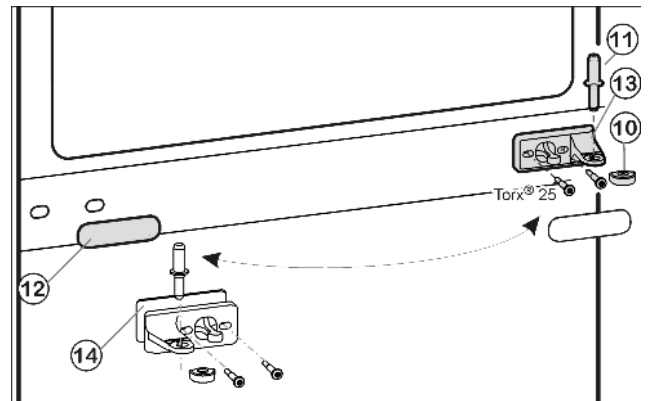
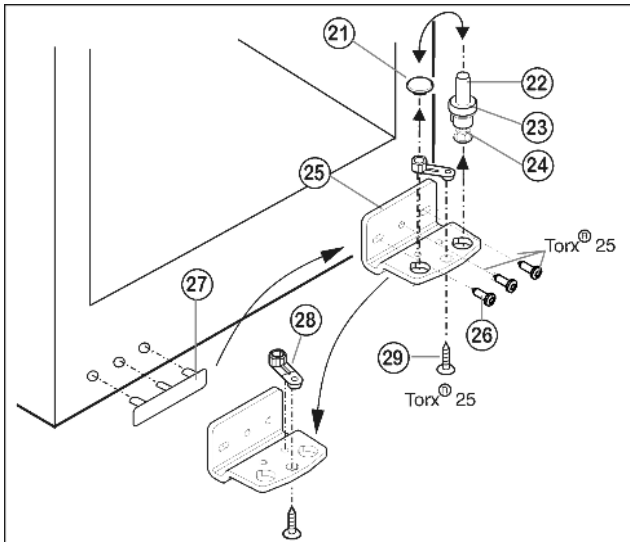

Fig. 9
Fig. 10
- ▶ Middelste lagerbout Fig. 9 (11) uit de lagerbus en de onderste deur uittrekken.
- ▶ Kunststof kapje Fig. 9 (10) afnemen.
- ▶ Middelste lagerbus Fig. 9 (13) losschroeven (2 maal Torx® 25).
- ▶ Afdekplaat Fig. 9 (12) voorzichtig afhalen.
- ▶ Middelste lagerbus Fig. 9 (13) met onderlegschiifje Fig. 9 (14) 180° gedraaid aan de nieuwe scharnierkant **goed (met 4 Nm)** vastschroeven.
- ▶ Afdekplaat Fig. 9 (12) 180° gedraaid aan de nieuwe greepzijde weer vastklikken.
- ▶ Lagerbout Fig. 10 (22) compleet met schijfje Fig. 10 (23) en stelpootje Fig. 10 (24) naar boven eruit trekken.
- ▶ Stop Fig. 10 (21) eraf halen.
- ▶ Lagerbus Fig. 10 (25) losschroeven Fig. 10 (26).
- ▶ Lagerdeel Fig. 10 (28) losschroeven Fig. 10 (29) en in het tegenoverliggende opnamegat van de lagerbus omzetten en weer vastschroeven.
- ▶ Afdekking aan de greepzijde Fig. 10 (27) voorzichtig optillen en op de tegenoverliggende zijde plaatsen.
- ▶ Lagerbus Fig. 10 (25) aan de nieuwe scharnierzijde evt. met behulp van een accuschroevendraaier weer **goed (met 4 Nm)** vastschroeven.
- ▶ Stop Fig. 10 (21) weer in het andere gat aanbrengen.
- ▶ Lagerbout Fig. 10 (22) compleet met schijfje en stelpootje weer aanbrengen. Er daarbij erop letten, dat de sluitnok naar achter wijst.
- ▶ Plaats de onderste deur van boven op de onderste lagerbout Fig. 10 (22).
- ▶ Het kunststof kapje Fig. 9 (10) weer op de middelste lagerbus Fig. 9 (13) zetten.
- ▶ Middelste lagerbout Fig. 9 (11) op de nieuwe scharnierzijde in de onderste deur plaatsen door de middelste lagerbus Fig. 9 (13).
- ▶ Bovenste deur op de middelste lagerbout Fig. 9 (11) zetten.
- ▶ De deuren eventueel via de beide langgaten in de onderste lagerbus Fig. 10 (25) en middelste lagerbus Fig. 9 (13) ten opzichte van de kast uitlijnen. Eerst de middelste schroef in de onderste lagerbus Fig. 10 (25) uitdraaien.